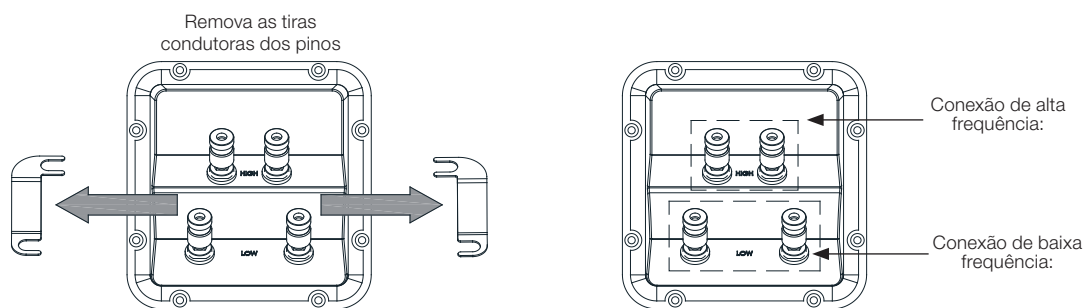

Figura 9
3. Conecte o par marcado com "HF" à entrada "HF" da caixa de som e o par marcado com "LF" à entrada "LF". (Figura 9)
4. Antes de instalar a caixa de som usando dois fios ou dois amplificadores, remova as duas alças de jumper folheadas a ouro no painel terminal, afrouxando os terminais. Guarde as alças com segurança para uso futuro. Certifique-se de apertar os terminais nos fios LF e HF. (Figura 9)